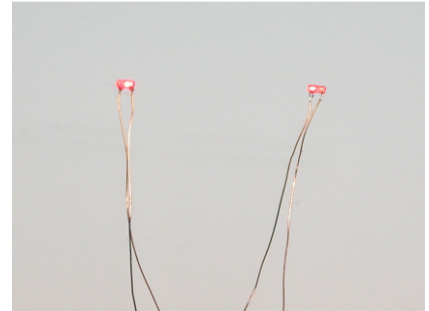

Bild 1: rote LEDs mit schwarzer Kennzeichnung
2. Das Produkt ist in Bild 1 zu sehen. Diese Anleitung ist Bestandteil des Produktes. Bitte bewahren Sie diese gut auf.